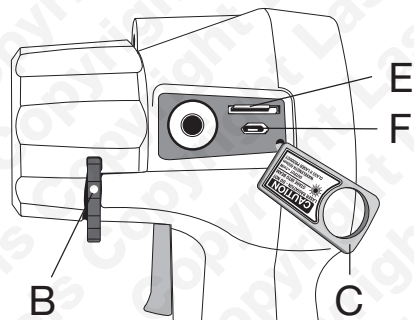

Fig. 2
- Vedere la Fig. 2: aprire il coprivano **C** in gomma tirando dall'angolo superiore sinistro e ruotarlo verso il basso. (Non tirare dal lato destro poiché ciò potrebbe danneggiare il coprivano).
- Spingere la scheda microSD (**E** in Fig. 2) verso l'interno, contro la pressione della molla, per estrarla.
- Aprire il coprivano C in gomma tirando dall'angolo superiore sinistro e ruotarlo verso il basso. Inserire l'estremità del cavo nella porta microUSB (**F** in Fig. 2) e l'altra estremità in una porta USB del PC o laptop.
**Visualizzazione delle immagini salvate.** Queste immagini sono salvate sulla scheda microSD in dotazione (E in Fig. 2). Dal menu, premere il selezionatore per visualizzare l'immagine. Spostarlo verso l'alto o il basso per accedere ad ulteriori immagini. Questa funzione non è operativa in assenza di scheda microSD. Spostare il selezionatore a destra per tornare alla normale funzione di scansione. Nota: il vano per schede microSD può accettare schede fino a 32 GB.